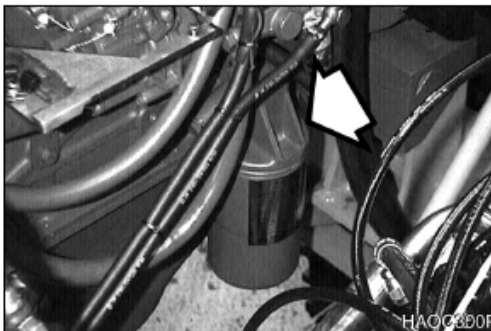

Figura 48
2. Reemplace el filtro del aceite del motor con una llave para filtros. Este filtro de aceite es desmontable. Consulte Figura 48. Retire y descárguelo.